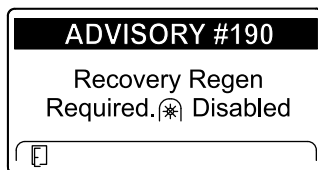

Figura 56
- É necessária uma regeneração de recuperação – tomada de força desativada AVISO N.º 190 (Figura 56)